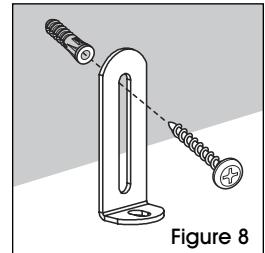

Figure 8
4. Insérez les vis de 1 1/4 po dans les chevilles d'ancrage, au travers des supports en L. Vissez sans trop serrer. (Voir Figure 8)